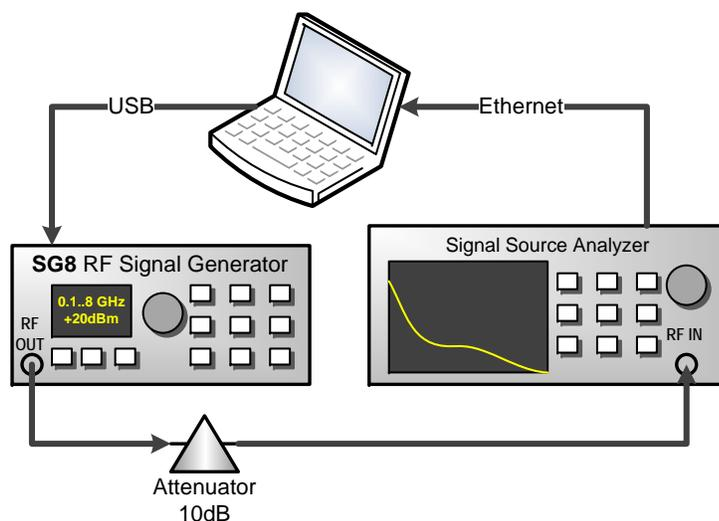

Рис. 7: Тест фазового шума
- Соедините приборы, как показано на рис. 7.